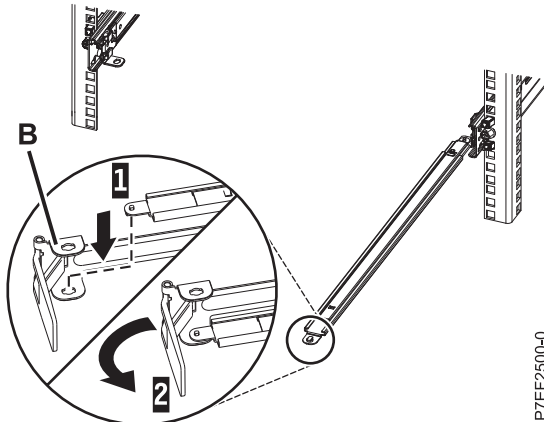

Figura 11. Fijación de la pieza de sujeción de tope de portacables al brazo de soporte
3. Localice el orificio de la esquina inferior interna de la pieza de sujeción de tope de portacables en forma de L (B). Coloque el extremo que queda libre del brazo de soporte de modo que la lengüeta de bloqueo de la parte inferior de la punta quede alineada con el orificio de la abrazadera. Inserte la pestaña en el orificio (1) y haga girar la pieza de sujeción (2) para fijarla al brazo de soporte. Para obtener más de talles, consulte Figura 11.